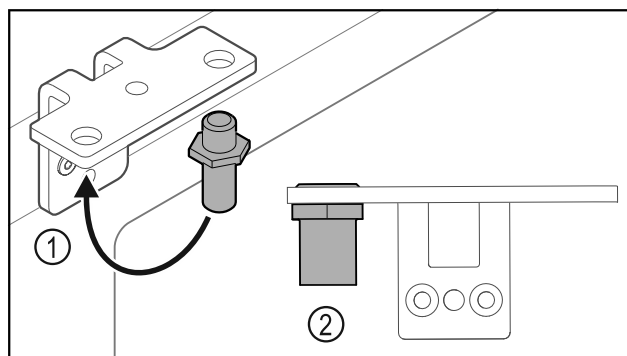

Fig. 32
- ▶ Преместете болта Fig. 32 (1) в ъгъла на пантата.
- ▶ Затегнете болта Fig. 32 (2) с **въртящ момент от 12 Nm**.